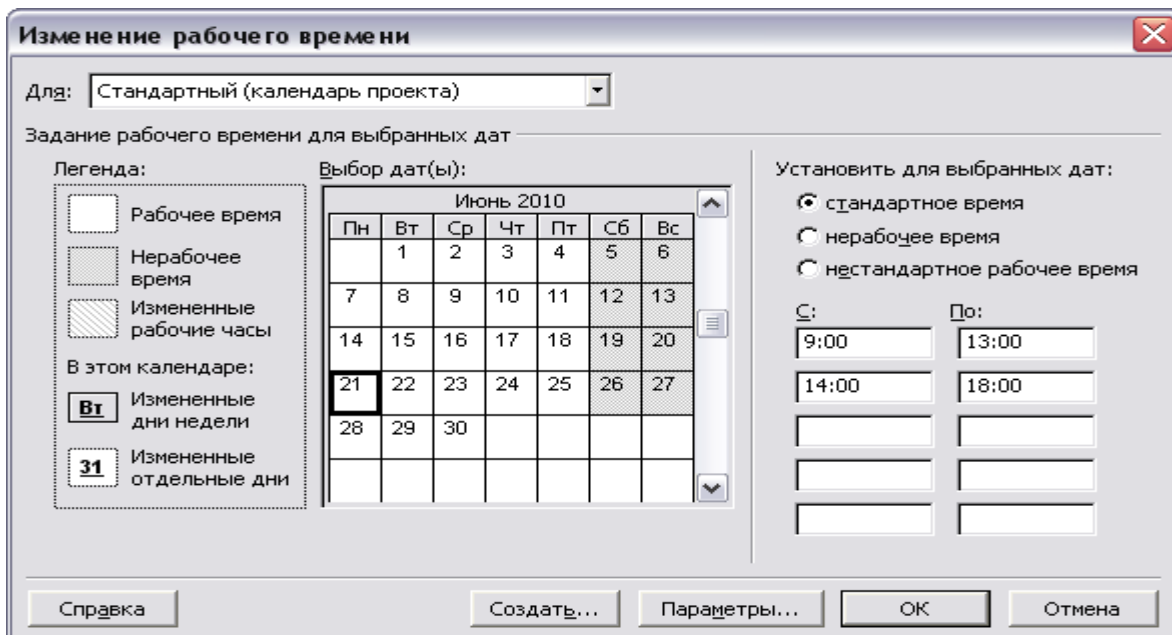

Рис. 10. Диалоговое окно для настройки календаря проекта.
6. Привести в соответствие календарь для текущего проекта с настройками **Стандартного** календаря (изменили время с 8,00 на 9,00 и т.д.) через команды **Сервис - Изменить рабочее время**. В появившемся диалоговом окне (рис. 10) настроить рабочее время: с 9,00 по 13,00 и с 14,00 по 18,00 (здесь же можно настроить индивидуальный календарь для конкретного ресурса).